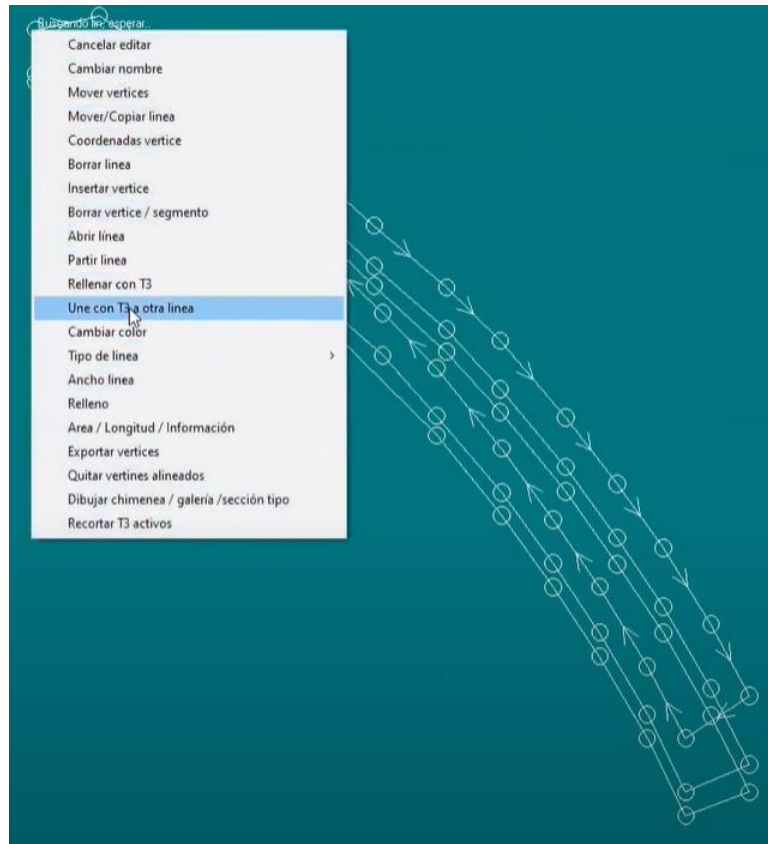

Figura 482. Unir enmallado.
53. Para unir el enmallado del techo con la línea de tablas, dar clic en cualquier vértice de la línea de cielo y seleccionar la opción “Unir con T3 a otra línea”. Figura 482.